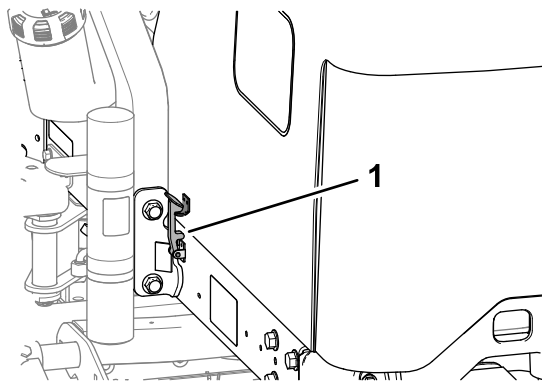

Figura 43
2. Rode o capot para cima e para trás (Figura 43).